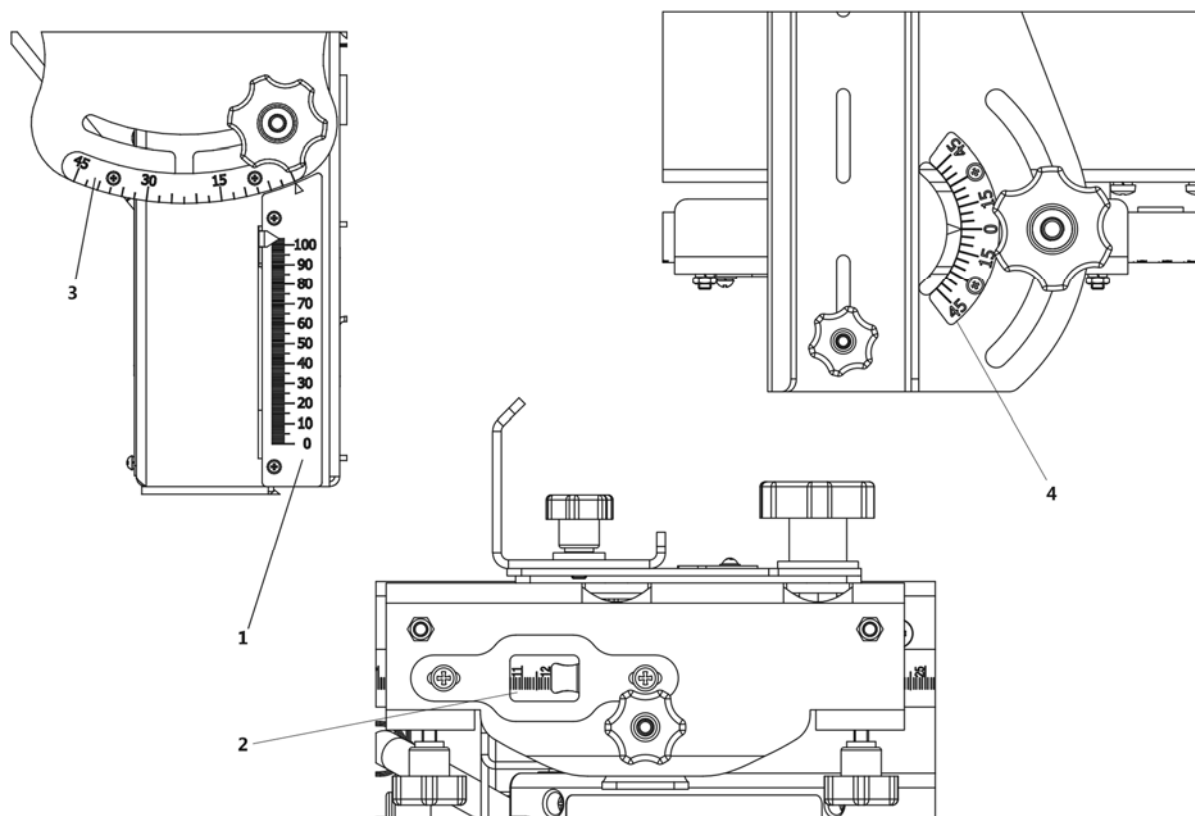
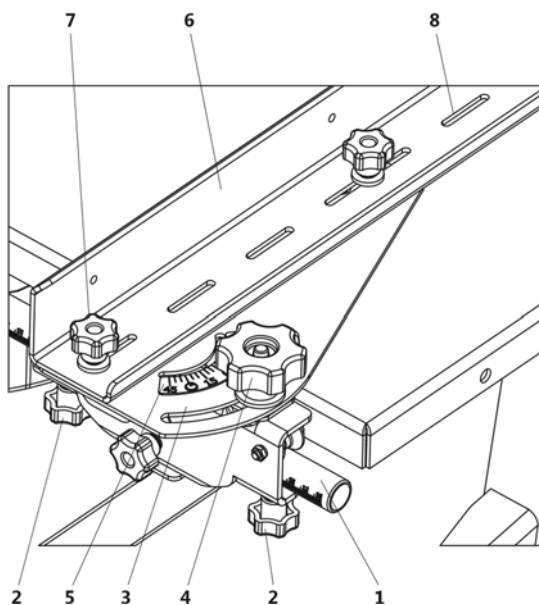

Рисунок 7. Шкалы настройки реза
Рисунок 8. Регулировка положения направляющей линейки
## 6.1.2 Регулировка шкал (рис. 7)
#### 7.1.1 Установка и настройка направляющей линейки (рис. 8)
Направляющая линейка может перемещаться по направляющей 1 пильного стола. После выставления необходимого размера по шкале 2 (рис. 7), направляющая линейка фиксируется ручками 2 (рис. 8). Для изменения угла поворота направляющей линейки расфиксируйте поворотный кронштейн 3 ручкой 4 и поверните на необходимый угол по шкале 5, зафиксируйте установленный угол.
- с помощью маховика 11 установить по шкале 1 (рис. 7) указатель на необходимую глубину пропила;
- с помощью рукоятки 13 установить по шкале 3 (рис. 7) указатель на необходимый угол наклона пильного диска;